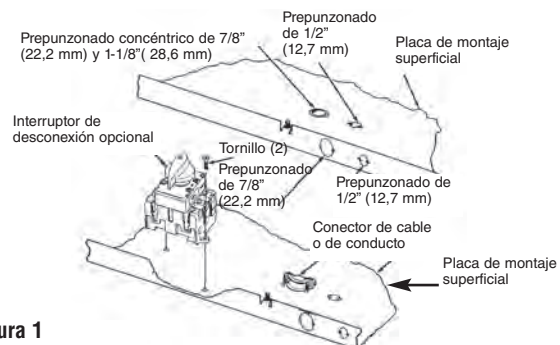

Figura 1
2. Extraiga la placa de montaje superficial (Figura 1) de la caja que contiene el gabinete de montaje superficial tipo SEA.
4. Instale el interruptor de desconexión opcional (si fuera necesario) como se indica en la Figura 1.